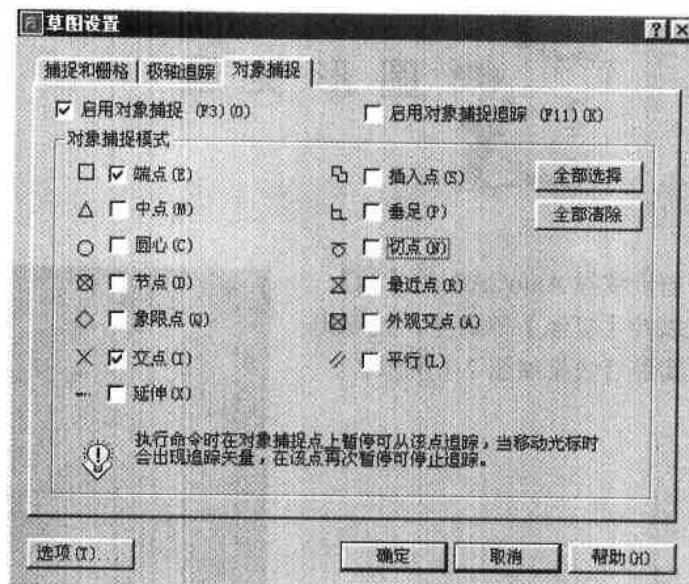

图 1-2 “草图设置”对话框
- (1) 启动 AutoCAD 2002。
- (2) 执行【工具】→【草图设置】命令，弹出“草图设置”对话框。单击“对象捕捉”选项卡，选择“端点”复选框和“交点”复选框，设置捕捉的类型，如图 1-2 所示。单击【确定】按钮，完成对象捕捉的设置。